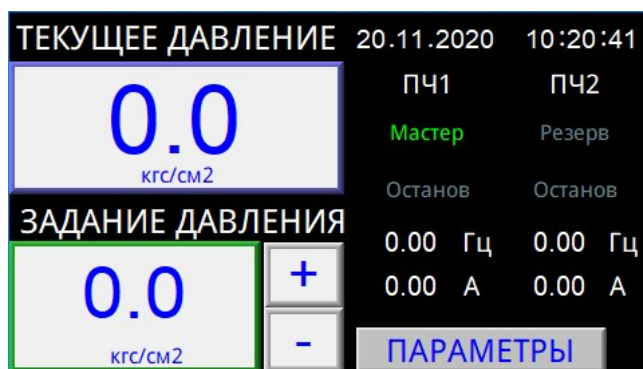

Рисунок 2 Основное окно
2.2.2. В основном окне (Рисунок 2) выводится информация о текущем измеренном давлении (перепаде давления), текущем задании, состоянии частотных преобразователей, статусе насосов, текущих времени и дате.